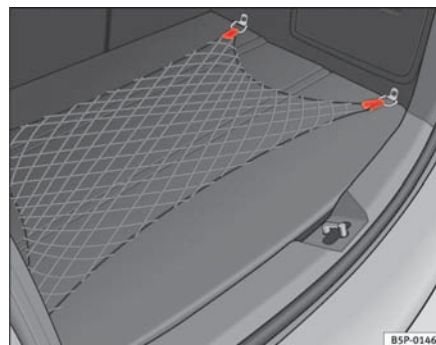

Fig. 106 Rede porta-objectos do porta-bagagens
- Utilize as anilhas de fixação existentes nas partes laterais do porta-bagagens para fixar o porta-objectos ⇒ página 138, fig. 106